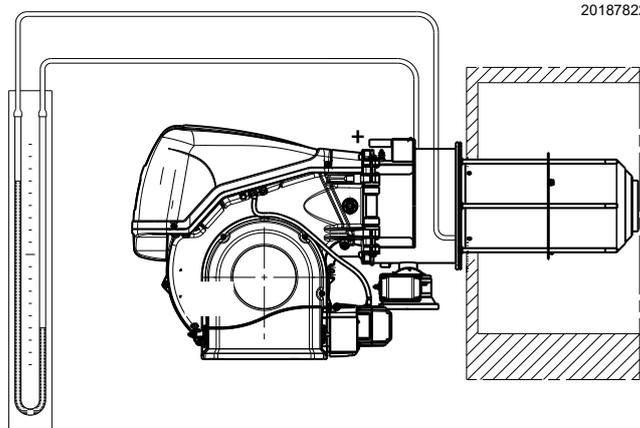

Abb. 24
- Ein U-Rohr-Manometer oder einen Differenzdruckmesser (Abb. 24) mit Anschluss (+) am Gasdruck der Muffe und (-) in der Brennkammer montieren.
Das U-Rohr-Manometer (Abb. 24 auf Seite 29) zeigt den Gaseintritt an der Muffe an.
Ein Richtwert kann den Abb. 20 und Abb. 21 auf Seite 25 entnommen werden. Es genügt, den Gasdruck am U-Rohr-Manometer abzulesen (in der Abb. 24 auf Seite 29 gezeigt) und den Anweisungen zu folgen.